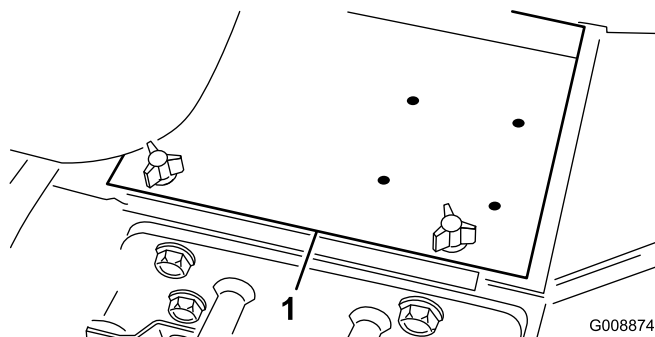

Figura 41
2. Afloje los pomos y retire la tapa de la batería (Figura 41).